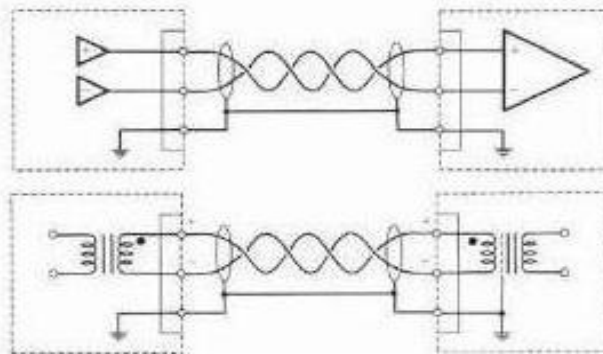

Figura 2.21. Entradas/salidas balanceadas
- Entradas/salidas activas (balanceadas electrónicamente mediante amplificadores diferenciales) o balanceadas mediante transformador, (**Ver Figura 2.21**)